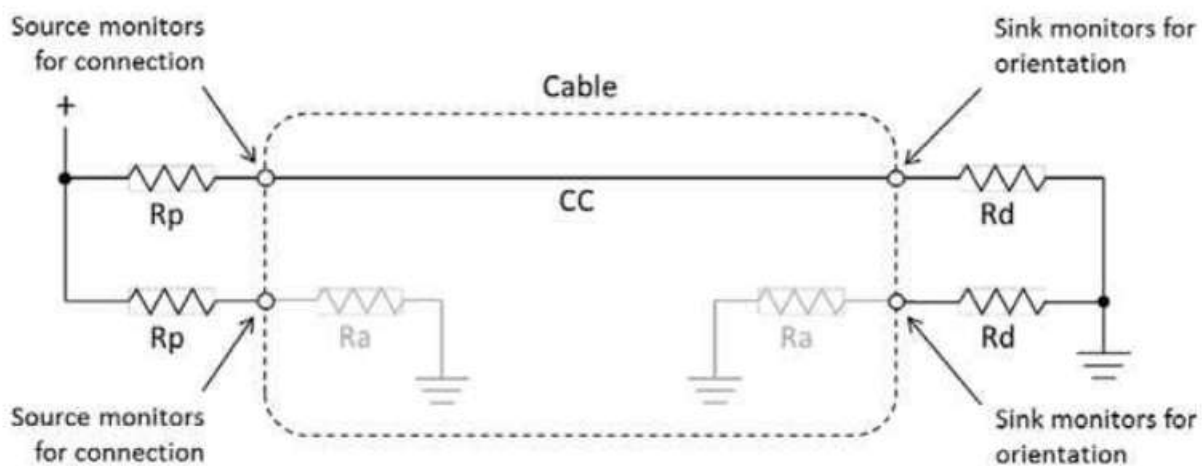

图 3. CC 逻辑上拉和下拉终端。（来源：USB Type-C 规范 v1.2，图 4 和图 5 上拉/下拉 CC 模型）
- 当两条 CC 线路中任意一个下拉时，便会发生**电缆检测**（请参阅图 3）。DFP 的两个 CC 引脚通过电阻 R_p 上拉，而 UFP 的两个 CC 引脚则通过电阻 R_d 下拉。当 DFP 处理器检测到其中一个 CC 线路被下拉后，DFP 就会知道已建立连接。